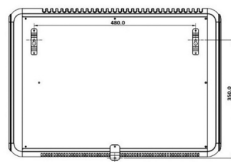
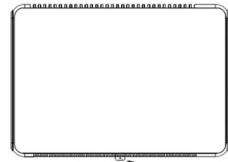

Рис. 3
Рис. 4
- Сначала следует разметить отверстия на стене для верхних кронштейнов (рис. 3).
- Совместите шляпки шурупов с отверстиями в верхних настенных кронштейнах (6), сдвиньте устройство вниз, убедитесь, что тепловентилятор конвекторного типа висит без перекосов.
- Отметьте место сверления отверстия для нижнего крепёжного кронштейна (рис. 4).